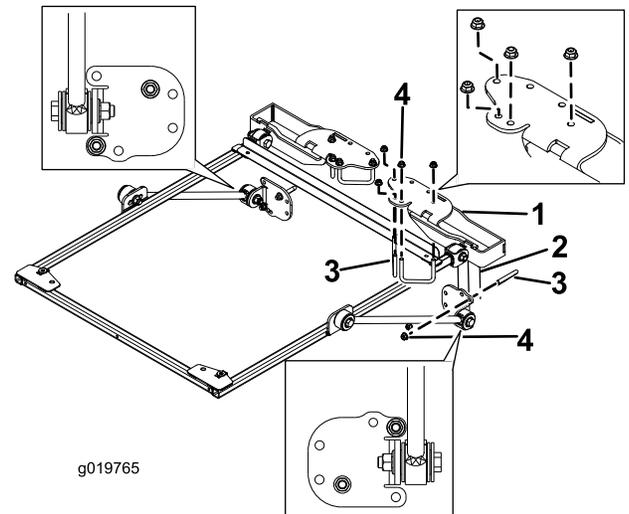

Bild 15
9. Befestigen Sie die Befestigungshalterungen des Überrollschutzes an der Oberseite des Überrollbügels der Zugmaschine (Bild 15).
10. Befestigen Sie jede Halterung mit zwei U-Bügeln ($2\frac{3}{4}$ ") und vier Bundmuttern in den in Bild 15 abgebildeten Befestigungslöchern an der Oberseite des Überrollbügels.
11. Befestigen Sie jede Strebenhalterung lose mit einem U-Bügel ($2\text{-}3\frac{1}{4}$ ") und zwei Bundmuttern in den in Bild 15 abgebildeten Befestigungslöchern an den Streben des Überrollbügels.